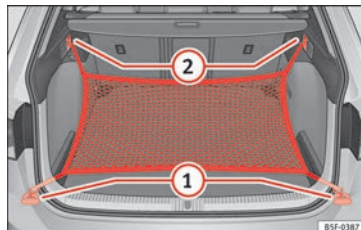

Fig. 178 Nel bagagliaio: occhielli ① e ganci ② per agganciare la tasca a rete (modello LEON ST).
- Fissare i ganci corti della rete agli occhielli di ancoraggio » » » **fig. 178** ① » » » ⚠. La cerniera della tasca dev'essere rivolta verso l'alto.
- Fissare le cinghie nei ganci per appendere borse ②